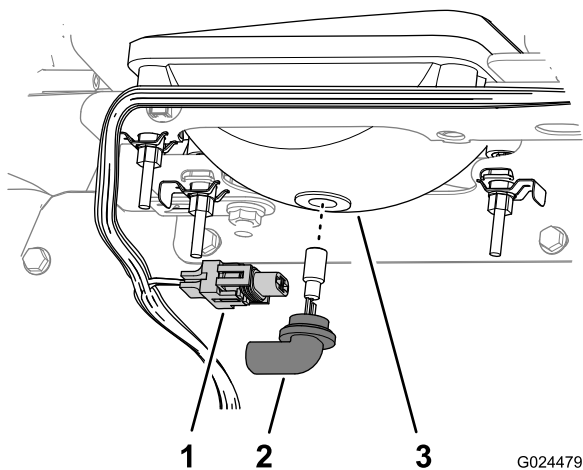

図 39
3. ヘッドライトハウジングの裏側からきているランプ・アセンブリ用ハーネスコネクタを外す図 39。
4. ランプ・アセンブリを左に1/4回転させて後ろに引き抜いてヘッドライトハウジングから取り出す図 39。
5. 新しいランプ・アセンブリとヘッドライトハウジングを入れ、ランプ・アセンブリについているタブをヘッドライトハウジングのスロットに合わせる図 39。
6. ランプ・アセンブリを右方向に1/4回転させて取り付ける図 39。
7. ハーネス用のコネクタを、新しいランプ・アセンブリのコネクタに接続する図 39。